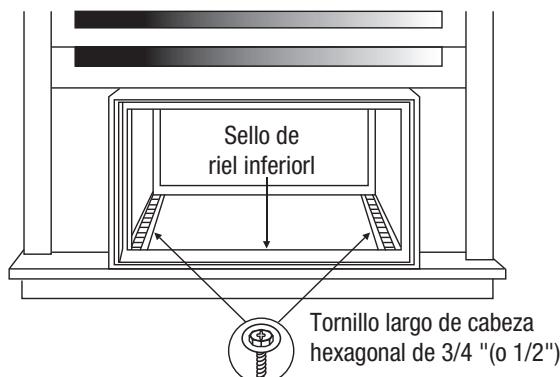

FIG. 13
5. Agregue el sello del riel inferior sobre el tornillo al umbral de la ventana. (Consulte la Fig.13 en la página siguiente).